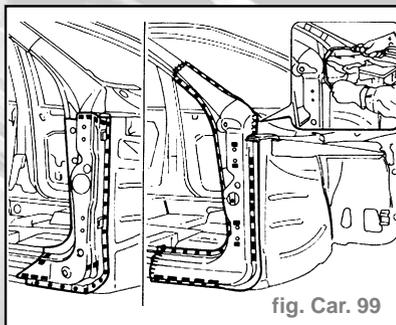

fig. Car. 99
- Positionner le renfort intérieur, effectuer la soudure électrique par points et remplir les trous effectués précédemment avec la soudeuse MIG (fig. Car. 99).